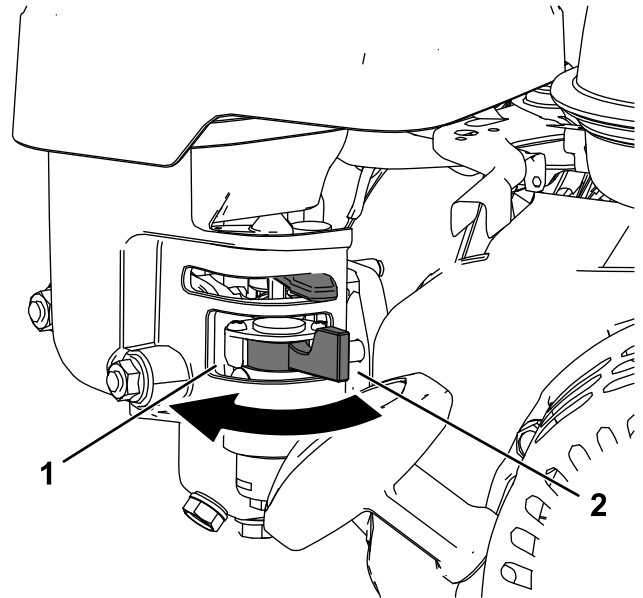

Figura 4
- Per aprire la valvola del carburante, ruotate la manopola della valvola di intercettazione del carburante verso la manopola dell'avvitatore autoavvolgente (Figura 4).
- Per chiudere la valvola del carburante, ruotate la manopola della valvola di intercettazione del carburante in direzione opposta rispetto alla manopola dell'avvitatore autoavvolgente (Figura 4).